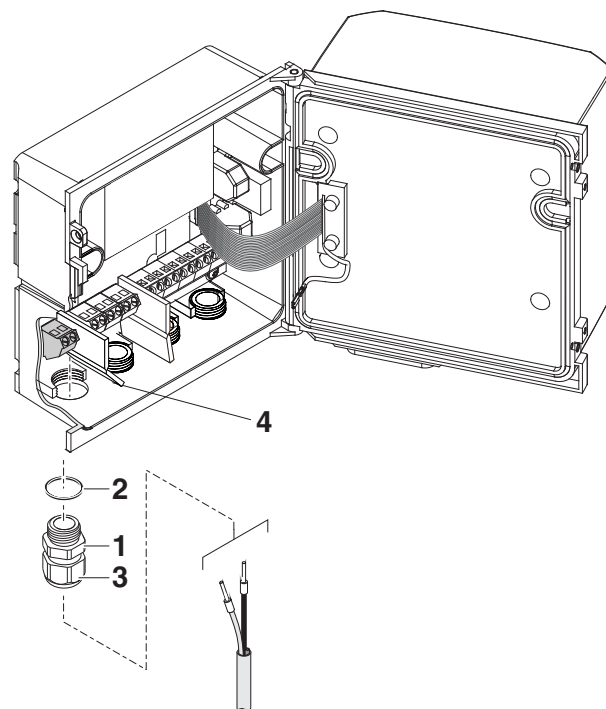

Bild 3-16 24 V AC/DC-Leitung einführen.
- 5 Eine Kabelverschraubung (Pos. 1 in Bild 3-16) mit Dichtring (Pos. 2) in das Gehäuse unterhalb des 24 V AC/DC-Anschlusses einschrauben.
- 9 Die Überwurfmutter (Pos. 3 in Bild 3-16) festziehen.